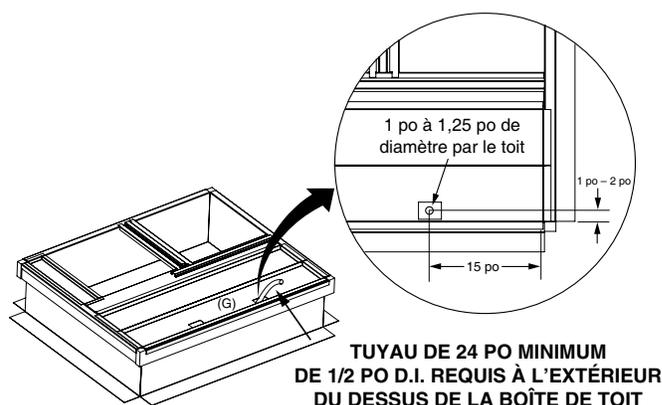
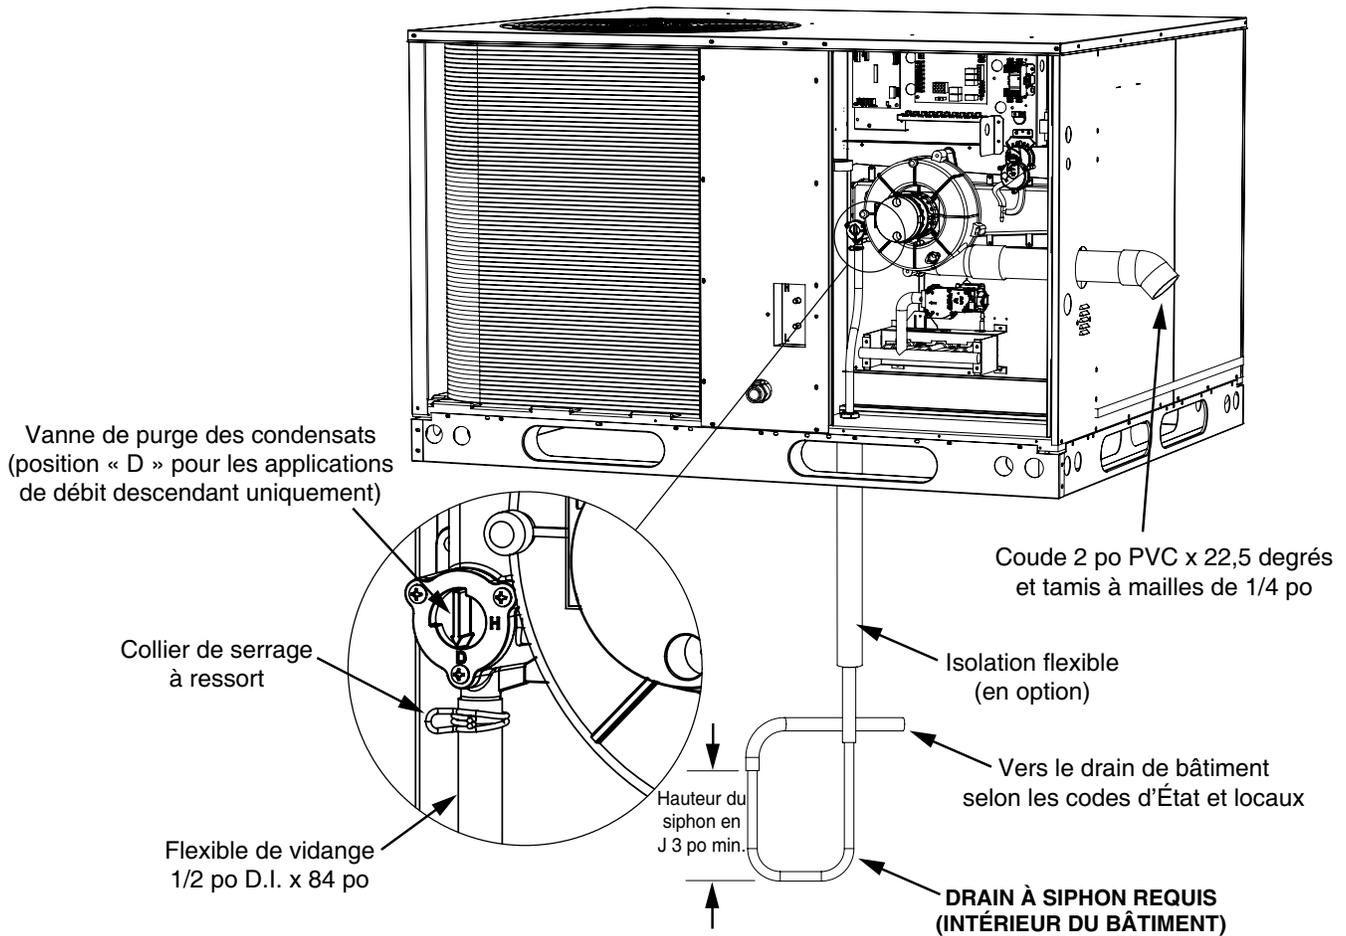

Figure 23. Boîte de toit pour les appareils de 2 à 5 tonnes
Figure 24. Élimination du condensat
La fosse verticale doit avoir un diamètre d'environ 12 po-14 po (ou plus) pour l'installation de la base de roche et du système de tuyauterie verticale afin de permettre une vidange appropriée avec une profondeur de 4 po-6 po en dessous de la ligne de gel régionale, si possible. Voyez la Figure 23 \(page 46\).
- Collez ou utilisez deux vis de 1/2 po de longueur (fournies sur place) pour fixer le raccord en T en PVC de 2 po au tuyau d'aération horizontal de l'unité. Voir la jonction A à la Figure 23. **REMARQUE :** La fixation du raccord en T sur le tuyau de ventilation horizontal à l'aide de vis de 1/2 po facilite le démontage pour un nettoyage ou une inspection ultérieurs du système de vidange/ventilation.
3. Mesurez et coupez une section de PVC de 2 po qui s'étend verticalement depuis le bas du raccord de vidange de 3/4 po au bas du raccord en T jusqu'à l'ensemble coude/réducteur de 2 po reposant sur la base rocheuse, comme illustré à la Figure 24 \(page 48\).
11. Collez ou utilisez deux vis de 1/2 po de longueur (fournies sur place) pour fixer le raccord en T en PVC de 2 po au tuyau d'aération horizontal de l'unité. Voir la jonction A à la Figure 24. **REMARQUE** : La fixation du raccord en T sur le tuyau de ventilation horizontal à l'aide de vis de 1/2 po facilite le démontage pour un nettoyage ou une inspection ultérieurs du système de vidange/ventilation.
5. Cimentez ou fixez mécaniquement l'ensemble (avec des vis de 1/2 po de longueur) dans la partie supérieure du raccord en T. Vérifiez que la prise est perpendiculaire à l'unité. Voir la jonction B à la Figure 23 et la Figure 24.
- La trousse d'aération et de vidange des condensats Nortek n° 922485 est configurée pour installer la conduite de vidange des condensats de l'échangeur thermique directement à travers le toit. Il est recommandé de percer un trou de 1 po à 1,25 po de diamètre à travers le toit, sous l'ouverture rectangulaire située dans le panneau de fermeture extérieure (G), environ 15 po devant le côté court du rebord et de 1 po à 2 po du côté long de la boîte. Voyez la **Figure 23**.
- Si le perçage d'un trou n'est pas possible, vous pouvez acheminer le boyau d'évacuation du condensat vers l'ouverture du conduit en assurant une pente suffisante, pourvu que le boyau d'évacuation soit fixé au rebord et au conduit afin de prévenir la formation de nœuds ou de pièges entre la boîte de collecte du condensat et l'intérieur du bâtiment. Laissez le conduit d'évacuation du condensat dépasser d'au moins 24 po du panneau de fermeture avant du rebord du toit (G) pour permettre son passage à travers le fond de l'appareil et sa connexion au drain de l'appareil au moment de son installation. Voyez la **Figure 23**. Scellez l'ouverture du toit selon les besoins
Avant de soulever et de mettre l'unité en place, le petit morceau de conduite de vidange installé en usine, situé à côté de la section du brûleur de l'unité, doit être retiré de la vanne de purge du boîtier collecteur de l'échangeur thermique pour permettre le passage de la conduite de vidange des condensats installée avec la boîte de toit. La vanne de purge des condensats se trouve dans le coin inférieur gauche du boîtier collecteur de l'échangeur thermique. Voyez la Figure 24 \(page 48\). Déposez la conduite de vidange et le passe-câble en caoutchouc situés dans le carter inférieur de l'unité; mettez le passe-câble en caoutchouc de côté pour une utilisation ultérieure.
Pour les applications de débit descendant, la position réglée en usine de la vanne de purge des condensats doit être changée de la position horizontale (H) à la position de débit descendant (D). La vanne de purge des condensats se trouve dans le coin inférieur gauche du boîtier collecteur de l'échangeur thermique, à gauche du moteur de l'inducteur. Voyez la Figure 24. Faites tourner avec précaution la vanne de 90 degrés dans le sens des aiguilles d'une montre jusqu'à ce que la flèche soit orientée verticalement vers le bas.
- Pour les installations où le dégagement nécessaire au siphon en J est limité (comme un comble, où le siphon peut être installé entre des solives de plafond), il est possible de raccourcir les deux côtés du siphon en J jusqu'à un minimum de 3 pouces. Voyez la Figure 24 \(page 48\).